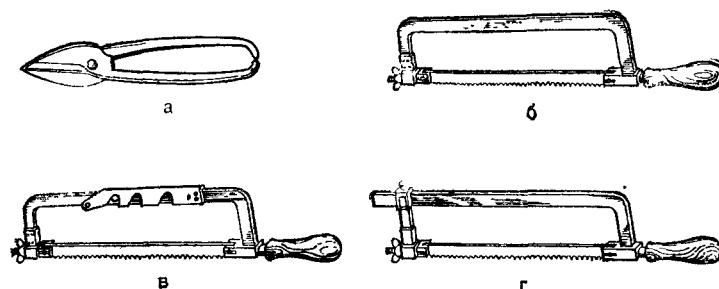

Рис. 26. Инструменты для резки металла:
**Инструменты для резки металла.** Для резки металла в домашних условиях используют ручные ножницы и ножовки (рис. 26).